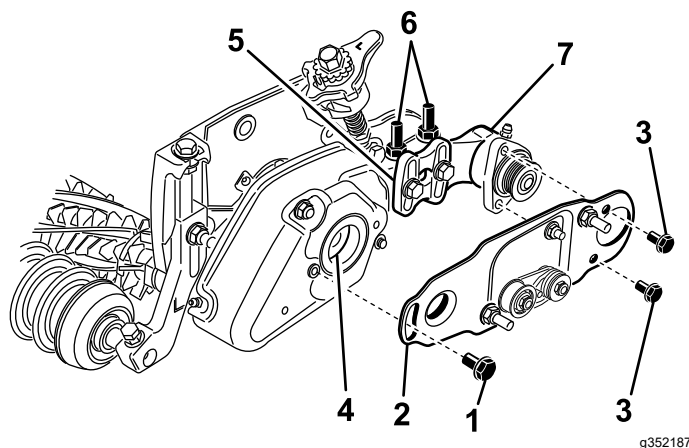

Figura 27
soporte de montaje del cepillo de rodillo (**Figura 27**).
13. Instale la placa de pivote del cepillo del rodillo (**Figura 27**). Asegúrese de que el anillo de goma queda correctamente asentado en la cubierta al introducir el saliente de la placa de pivote por el anillo de goma de la cubierta del groomer.
14. Aplique Loctite 242 (azul) en los 2 pernos de 5/16 x 5/8 pulgada y utilícelos para montar la placa del cepillo en el alojamiento del cojinete del cepillo de rodillo (**Figura 27**). Apriete los pernos a 20-25 N·m.
- Afloje las 2 contratueras con arandela prensada que sujetan el soporte de montaje del cepillo de rodillo a la chapa lateral de la unidad de corte (**Figura 27**).
- Gire el alojamiento del cojinete del cepillo del rodillo hasta que quede paralelo a la chapa lateral de la unidad de corte (**Figura 27**).
- Apriete las 2 contratueras con arandela prensada que sujetan el soporte de montaje del cepillo de rodillo a la chapa lateral de la unidad de corte (**Figura 27**).
19. Aplique Loctite 242 (azul) al perno de cuello largo (Figura 27). Sujete la placa del cepillo en la cubierta del groomer con el perno de cuello largo. (Figura 27). Apriete el perno a 20-25 N·m.